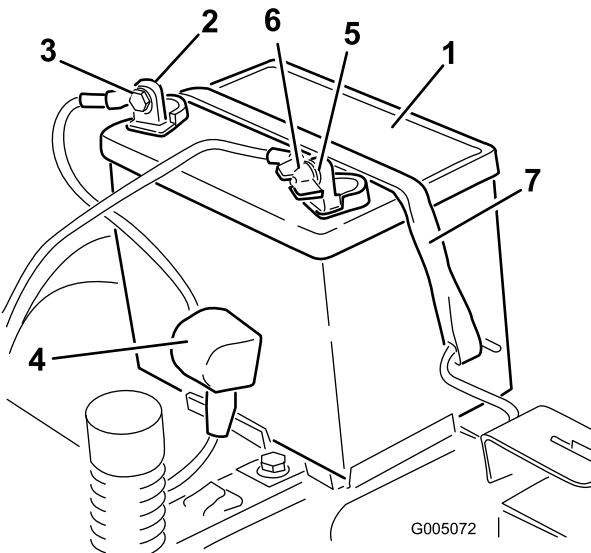

Figure 35
6. Débranchez le câble positif (rouge) de la borne de la batterie (Figure 35).
7. Déposez la barrette de maintien de la batterie (Figure 35) et soulevez la batterie de son support.
4. Débranchez le câble négatif (noir) de mise à la masse de la borne de la batterie (Figure 35).
1. Placez la batterie dans son support (Figure 35).
5. Fixez la batterie en place à l'aide de la sangle de maintien (Figure 35).